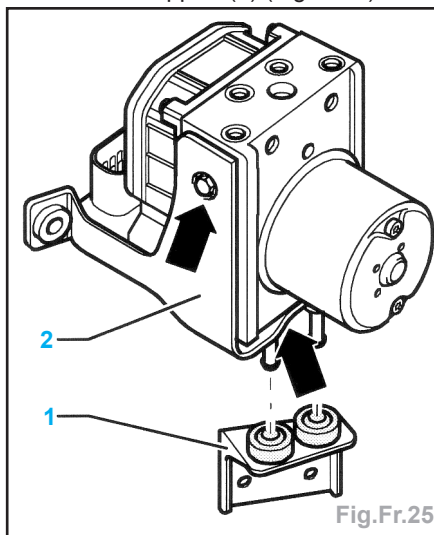

Fig.Fr.25
- Enlever le support (1) des axes de fixation du support (2) (Fig.Fr.25).
- Retirer les vis hexagonales (flèches) et enlever l'unité de commande du support (2).
- Visser le support (2) à l'unité de commande (Fig.Fr.25).
- Insérer le support (1) sur les axes de fixation du support (2).